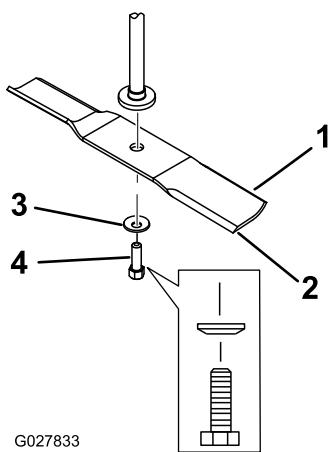

Figure 64
2. Enlevez de l'axe, le boulon, la rondelle bombée et la lame (Figure 64).
- Placez la lame sur l'axe (Figure 64).
- Posez la rondelle bombée (face concave vers la lame) et le boulon de lame (Figure 64).